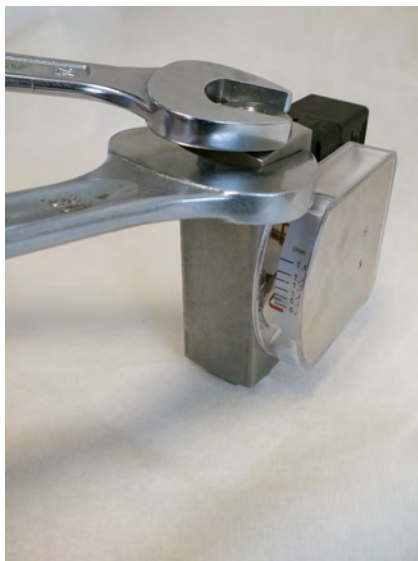

Abb. 61: Verschraubung (Ausgang) festziehen
- 11.** ➤ Verschraubung (Ausgang) mit passendem Maulschlüssel einschrauben und festziehen. Den Gerätekörper hierbei mit passendem Maulschlüssel gegenhalten (Abb. 61), dabei Anziehdrehmoment beachten ( Kapitel 11.1 „Anziehdrehmomente“ auf Seite 85)